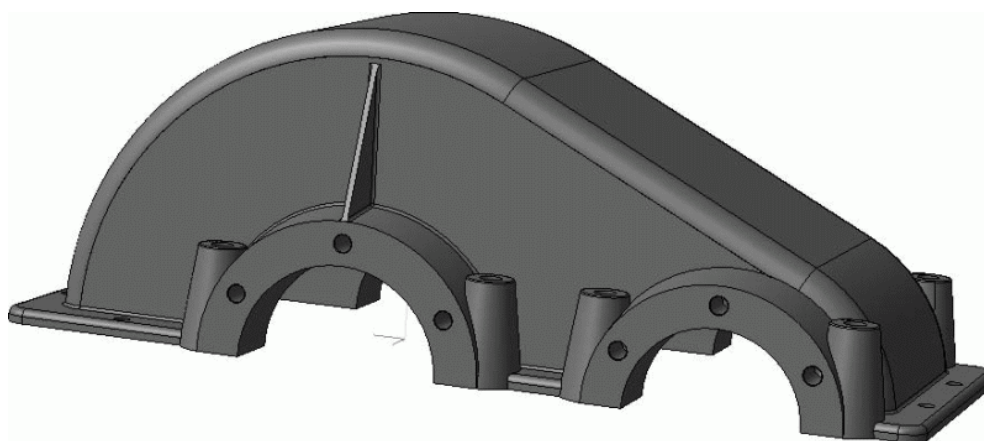

Рис. 3.102. Доработка крышки редуктора
15. Сформируйте скругления на фланцах, опорных площадках бобышек и прочих местах в модели крышки (рис. 3.102).